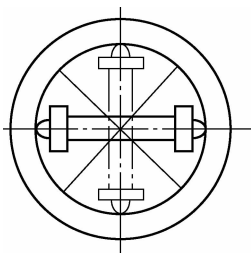

图 3-45 测量孔的圆度误差
(2) 测量工件内孔尺寸的偏差值。左手拿工件, 右手握住内径百分表的测量杆, 将内径百分表伸到被测孔内, 上下或前后摆动内径百分表, 摆动幅度一般为  $\pm 10^\circ$  左右, 找出表针指向的最小值, 这个最小值与零位的差值就是被测工件内孔尺寸的实际偏差值。
(3) 测量孔的圆度误差。如图 3-45 所示, 在孔的圆周上变换不同角度可测圆度误差。